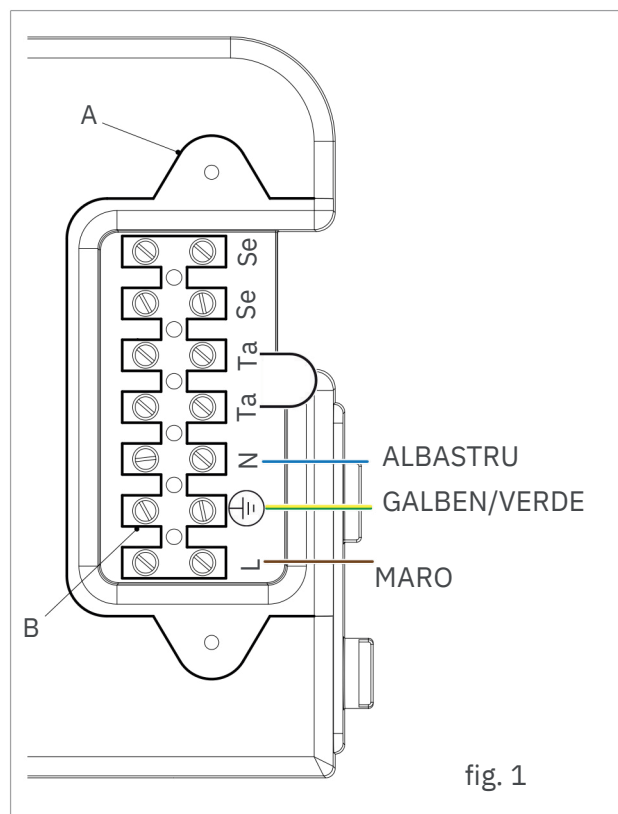

fig. 1
- > slăbiți cele două șuruburi și scoateți placa „A” (vezi fig. 1);
- > după îndepărtarea plăcii, conectați cablurile electrice la borna „B” (vezi fig. 1):
Cablurile trebuie introduse în interiorul centralei prin presetupele „P1” și „P2” situate pe placa inferioară a conexiunilor hidraulice (vezi fig. 1).